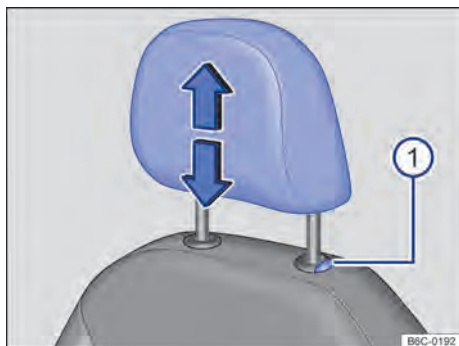
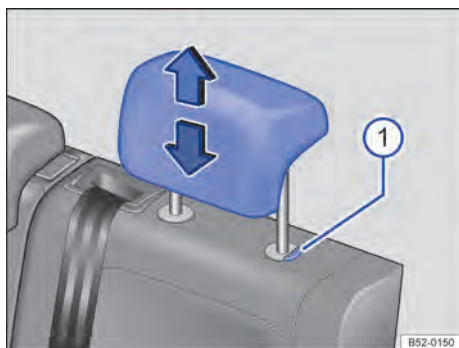

Fig. 69 Apoio para cabeça dianteiro: ajustar.
Fig. 70 Apoio para cabeça traseiros: ajustar.
- Deslocar o apoio para cabeça para cima ou para baixo na direção da seta com o botão → Fig. 69 ① ou → Fig. 70 ① pressionado → ▲ em *Introdução ao tema* na página 88.